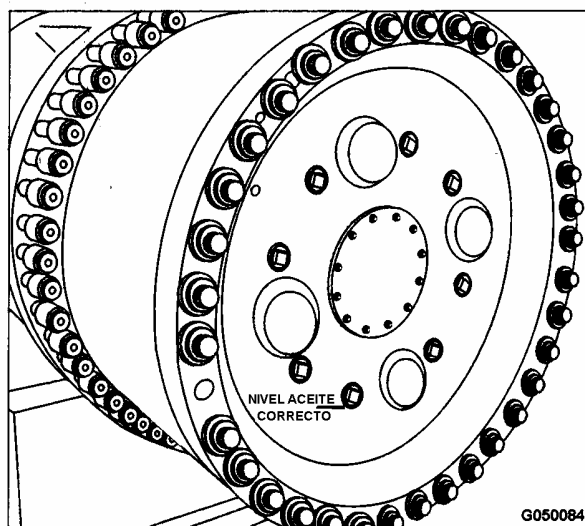

FIGURA 2-8
10. RUEDAS MOTORIZADAS – Revise que el nivel de aceite sea el correcto. Gire un tapón magnético a la posición de las 6:00 horas y sáquelo. El nivel de aceite se debe ver incluso con la parte inferior de la abertura del tapón. Inspeccione los tapones magnéticos por si tuvieran materiales ferrosos. Dé servicio al motor de rueda según sea necesario. Consulte la Figura 2-8.